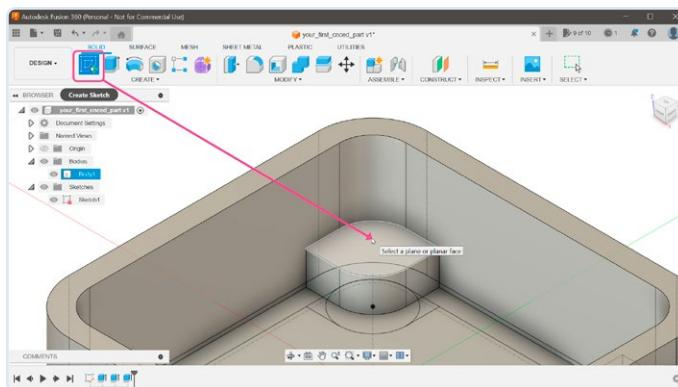

Figure 13. Définition du trou dans le support.
13. Et si ces supports comportaient des trous pour les vis ? Nous avons déjà la position de ces trous (le point central des cercles), mais ils sont dans des positions Z différentes. Les points sont au fond du boîtier, or nous les voulons sur le dessus des supports. Pour déplacer ces points, nous allons créer un nouveau sketch en cliquant sur le bouton *Create Sketch*, et, pour la position de ce sketch, cliquer sur le plan supérieur de l'un des supports (**figure 13**).